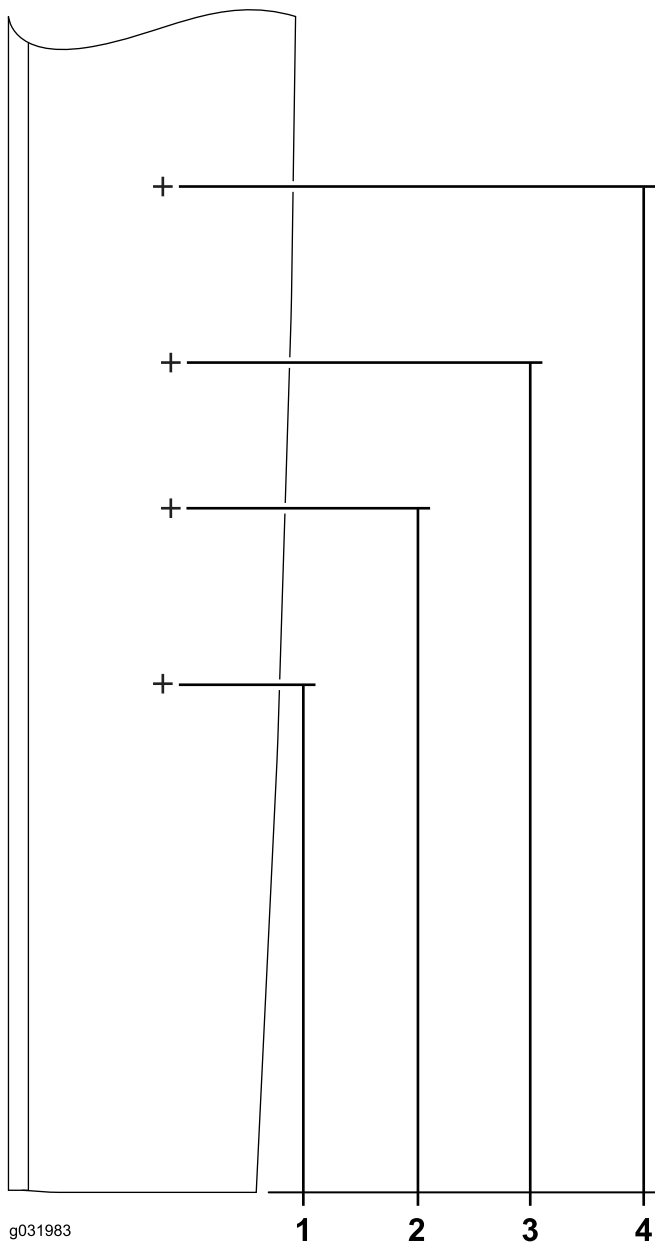
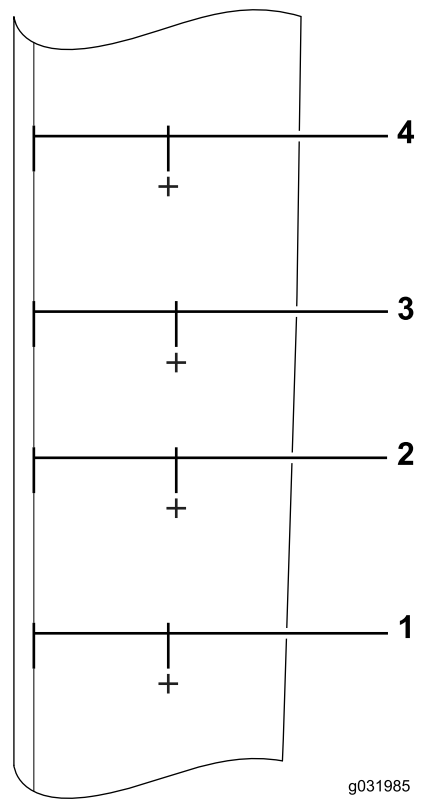

Figura 54
Figura 55
1. Localice y marque los puntos siguientes en la chapa lateral (Figura 54 y Figura 55).